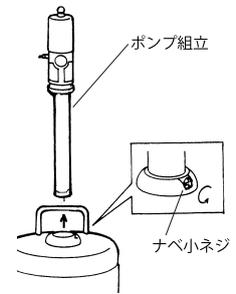

Fig.6
- 2) ポンプ組立を固定している本体受けのナベ小ネジをねじ戻してください。(Fig.6)